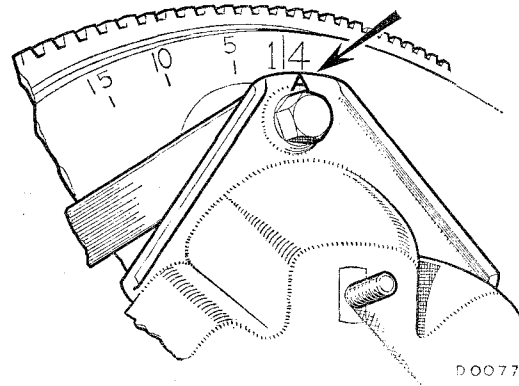

Fig. E.2
- (2) Repérer les vis d'entraînement, les bielles d'entraînement et le couvercle de telle façon que ces pièces puissent être remontées dans leur position primitive. Remarquer le repère d'équilibrage (Fig. E.2).
- (3) Insérer les trois vis (outil d'entretien numéro 18G304M) dans les trous renforcés du boîtier de ressorts de compression et les visser dans le volant.
- (4) Visser à la main les écrous contre le boîtier et ensuite les serrer d'un tour à la fois jusqu'à ce que les broches d'entraînement soient libérées.
NOTE. - Lors du remontage, présenter le plateau d'embrayage sur le couvercle de telle façon que les repères "A" coïncident, et monter l'embrayage sur le volant de la manière indiquée Fig. E.2.